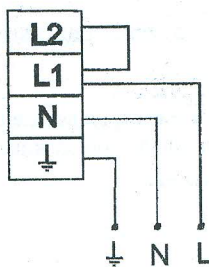

Рис.1
3.3 При подключении светильника по схеме на рис.1, он будет светиться и в рабочем режиме и в аварийном режиме, (постоянный режим).